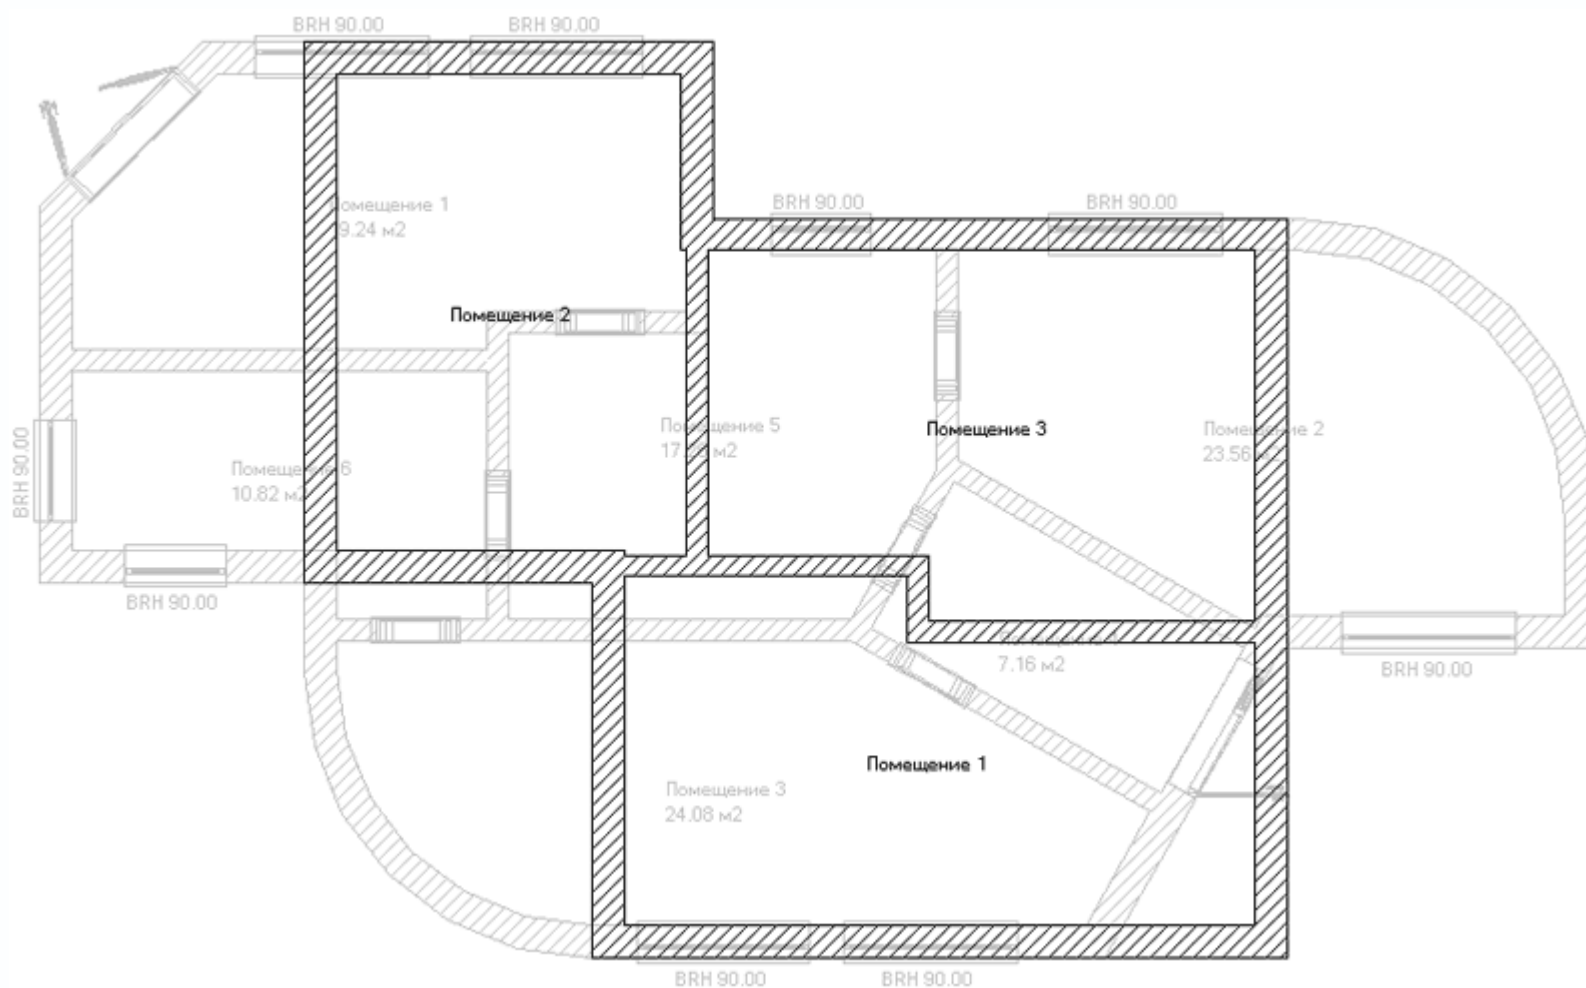

Рис. 1.73. Разбивка второго этажа на комнаты
3. Следующим шагом построения будет разбивка плана этажа на комнаты. Выполните команду Несущая стена (толщина 24 см) и перейдите в режим Установить отдельную стену. Разбейте помещение второго этажа на три комнаты (рис. 1.73).